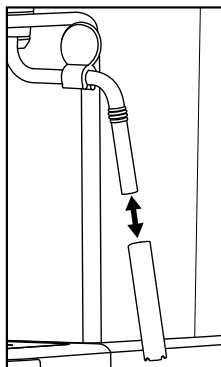

Figura 1
- 5) Retire la cubierta del espumador de leche **10** (figura 1) y límpiela cuidadosamente en agua caliente.
- 7) Vuelva a colocar la cubierta sobre la boquilla (figura 1).